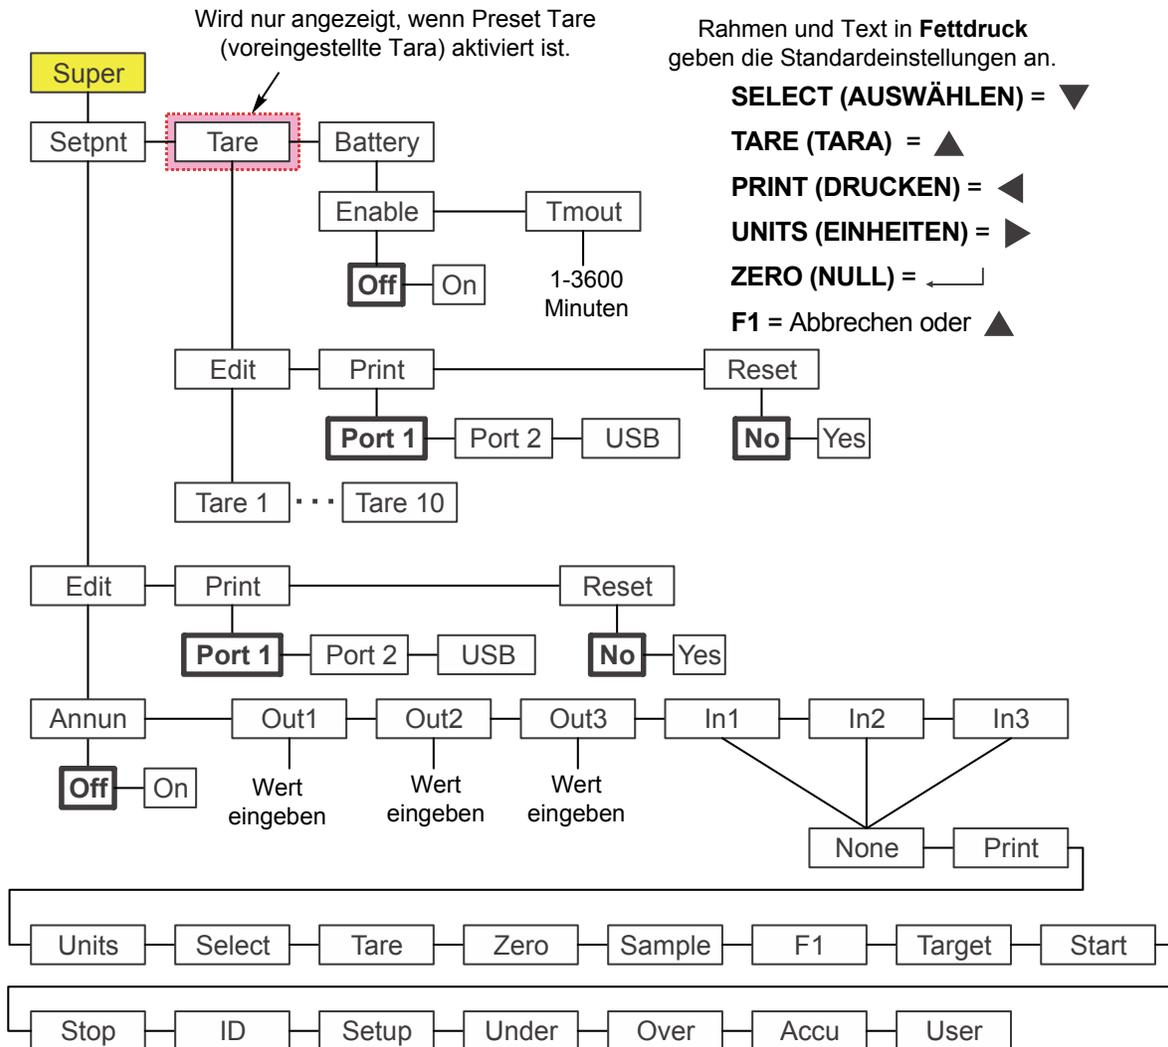

Abbildung 7.1 Menü „Supervisor“ (Vorgesetzter) für die Anwendung „Allgemeines Wägen“
Abbildung 7.1 zeigt das Menü „Supervisor“ an, wenn Sie sich in der Anwendung „Allgemeines Wägen“ befinden.
**in1 (Eingang 1)** wird angezeigt. Diese Option verwenden, um Eingang 1 eine Funktion zuzuweisen, sobald ein externer Schalter ausgelöst wird. Die Standardeinstellung ist **nonE (Keine)**. Die Auswahlmöglichkeiten sind in Abbildung 7.1 dargestellt.